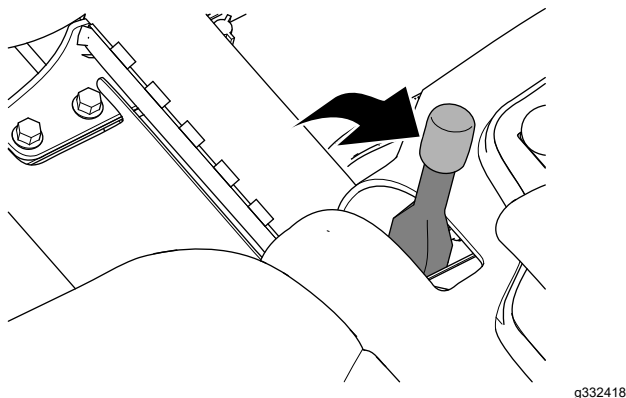

Figura 32
2. Cuplai frâna de parcare (Figura 32).